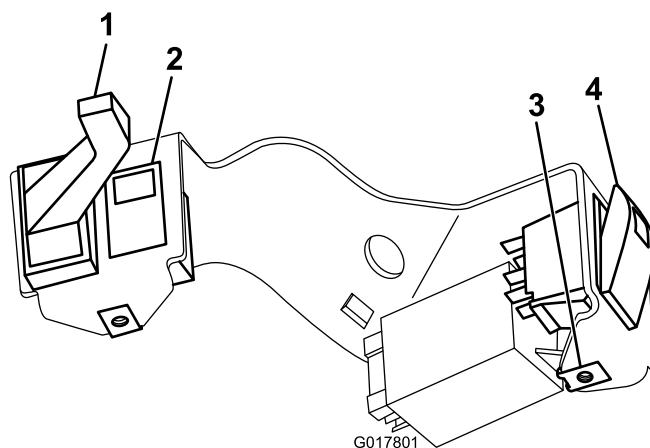

Рисунок 9
2. Установите индикатор светового сигнала в кронштейн рулевой колонки (Рисунок 9).
3. Установите переключатель рычага светового сигнала и переключатель аварийных сигналов в кронштейн рулевой колонки (Рисунок 9).
4. Надвиньте гайки скоростного вала на кронштейн рулевой колонки (Рисунок 9).